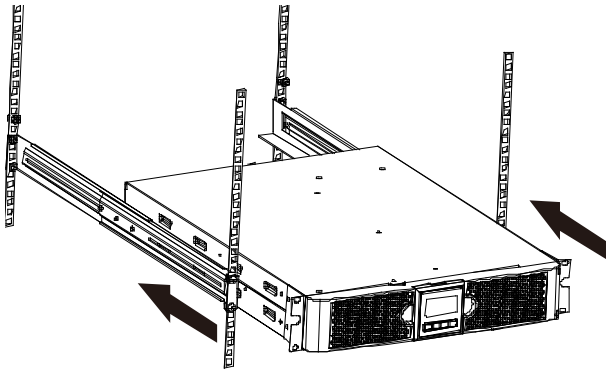

Fig 6
3. Faça deslizar a UPS para o interior das calhas de bastidor e bloqueie-a no bastidor. (Fig 6)